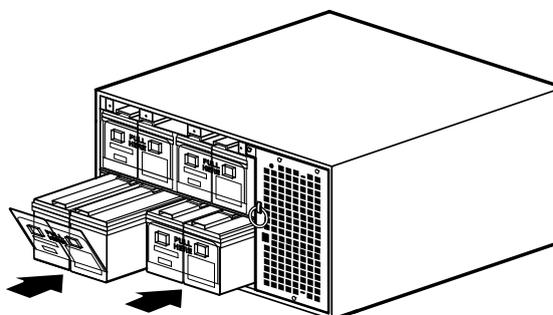

Abbildung 27. Einbau der USV-Batterieträger
3. Die Batterieträger in den Einschub schieben (siehe Abbildung 27). Vor dem Einschieben der Träger, jeden auf korrekte Ausrichtung überprüfen.